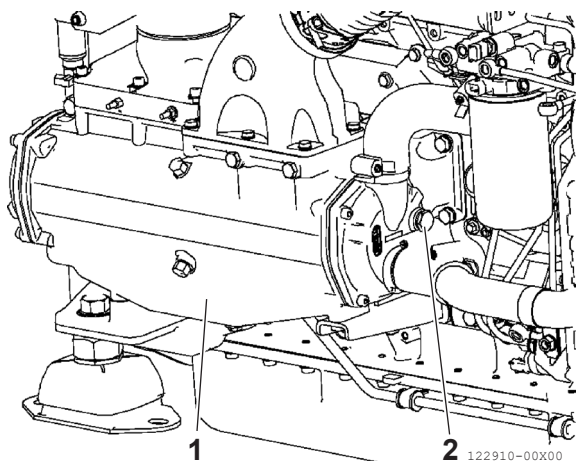

Figura 4
1. Retire el ánodo de zinc (**Figura 4 [2]**) desenroscándolo del intercambiador de calor de agua de mar/aire (**Figura 4 [1]**).
2. Compruebe el nivel de corrosión del ánodo de zinc (**Figura 4 [2]**); si la corrosión excede el 50 % del volumen, sustitúyalo. Introduzca el ánodo de zinc (**Figura 4 [2]**) en el intercambiador de calor de agua de mar/aire (**Figura 4 [1]**) y apriételo a un par de 30 +/- 3 N m.